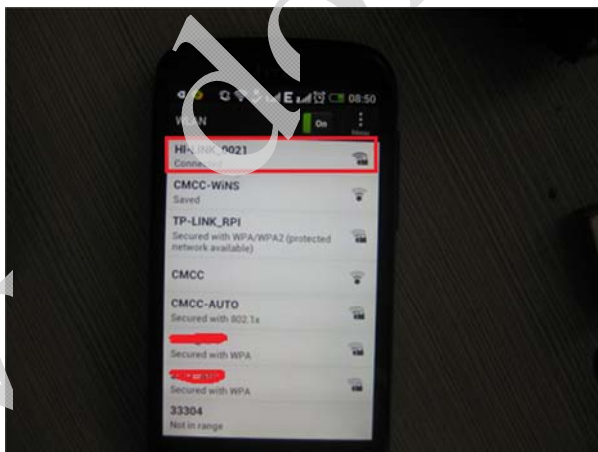

图 2-12 在手机上找到 HI-LINK\_0021 网络
- (1) 安装手机版的调试软件 EasyTCP（分为苹果版 iPhone 和 Android 版），在本次实验中使用的是 Android 版 EasyTCP。
- (2) 打开手机上的 wifi 网络，找到 HI-LINK\_0021 的 wifi 网络信号并连接。如图 2-12 所示。